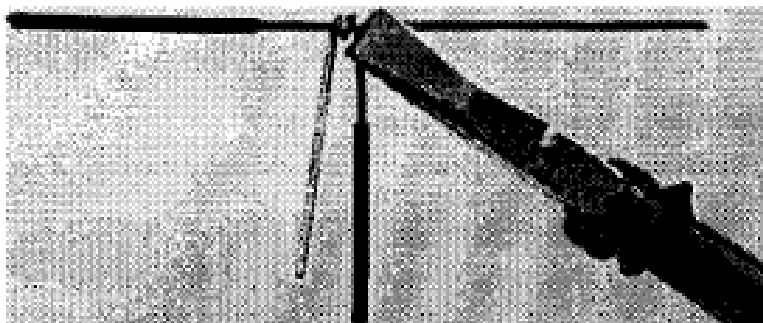

Figura 10.16
4. Segure os condutores com o alicate e inicie as primeiras voltas com os dedos (**figura 10.16**).